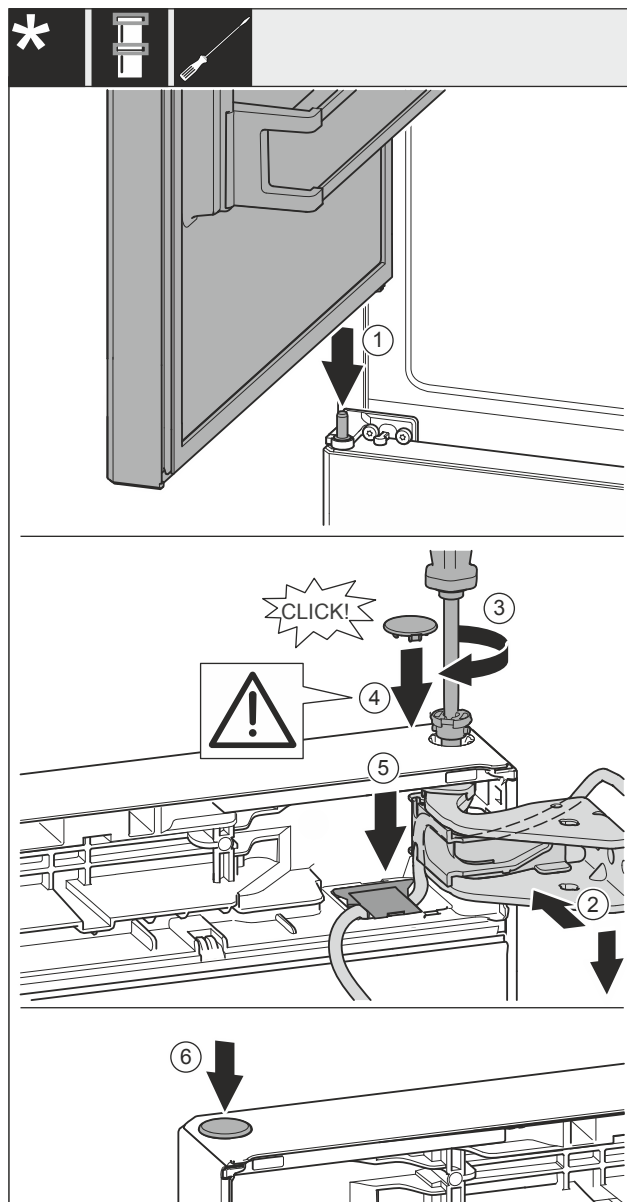

Fig. 55
- Posizionare la porta superiore sul cuscinetto di supporto centrale Fig. 55 (1).
- Allineare la porta superiore all'apertura nella staffa di supporto Fig. 55 (2).
- Inserire i perni Fig. 55 (3) e stringerli con un cacciavite.
- Inserire la copertura Fig. 55 (4).
- Controllare che la copertura Fig. 55 (4) poggi sulla porta.
- Inserire la copertura Fig. 55 (5) e spingere verso il basso, finché non si innesta.
- Inserire la copertura Fig. 55 (6).